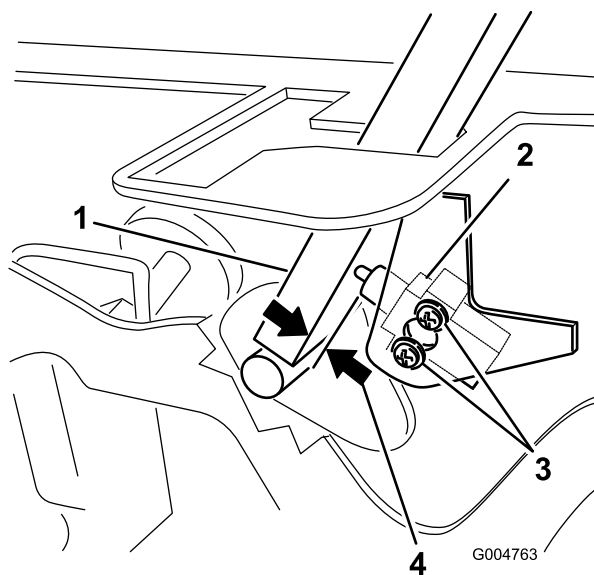

Figure 57
3. Desserrez les 2 vis de fixation du contacteur de sécurité (Figure 57).
4. Maintenez le levier de commande contre le châssis et rapprochez le contacteur du levier jusqu'à ce qu'ils soient espacés de 0,4 à 1 mm (Figure 57).